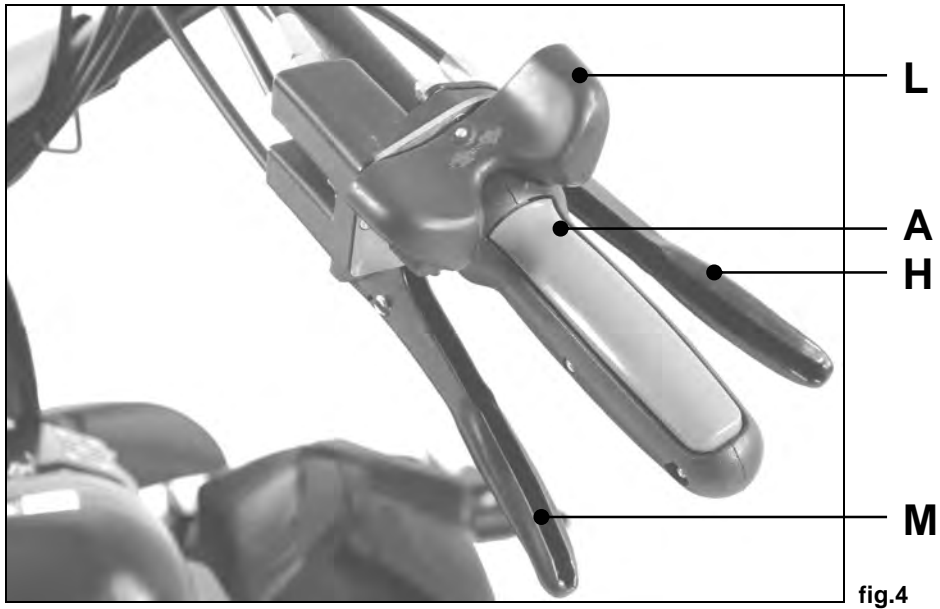
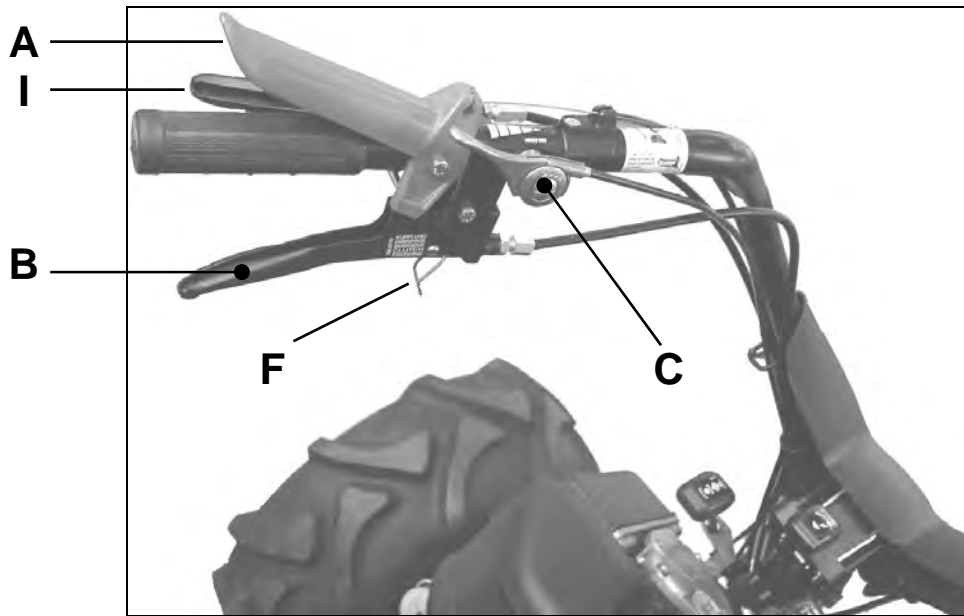

fig.4
fig.5
- I** **A** Contatti Motor-Stop: di colore rosso, arrestano il motore quando si rilasciano per fine lavoro o per difficoltà; sono uno su ogni impugnatura del manubrio nella versione a benzina (fig.4), mentre la versione diesel ha una sola leva sull'impugnatura sinistra del manubrio (fig.5).
- B** Leva comando frizione principale (fig.5).
- C** Manettino comando gas (fig.5).
- F** Molla bloccaggio leva frizione (fig.5).
- H** Leva frizione / freno destro (fig.4).
- I** Leva frizione / freno sinistro (fig.5).
- L** Leva comando avanzamento e stop; agisce anche come invertitore del senso di marcia (fig.4).
- M** Leva per la regolazione laterale del manubrio (fig.4).
- GB** **A** Motor Stop contacts; red - these stop the motor when released after the work has been completed or if problems arise; there is one on each handgrip of the handlebars on the petrol version (fig.4) whilst the diesel version has one single lever on the left handgrip on the handlebars (fig.5).
- B** Main clutch lever (fig.5).
- C** Throttle control lever (fig.5).
- F** Spring for clutch lever locking (fig.5).
- H** Right clutch / brake lever (fig.4).
- I** Left clutch / brake lever (fig.5).
- L** Forward and stop lever; it is also used to invert direction (fig.4).
- M** Lever for lateral adjustment of the handlebars (fig.4).
- F** **A** Contacts Moteur-Stop: de couleur rouge, ils arrêtent le moteur quand ils se relâchent pour fin de travail ou pour quelques difficultés; ils sont un sur chaque poignée du volant dans la version essence (fig.4), alors que pour la version gasoil, il y a un seul levier sur la poignée gauche du volant (fig.5).
- B** Levier de commande de l'embrayage principal (fig.5).
- C** Manivelle commande gaz (fig.5).
- F** Ressort le blocage du levier de l'embrayage (fig.5).
- H** Levier embrayage / frein droit (fig.4).
- I** Levier embrayage / frein gauche (fig.5).
- L** Levier de commande et d'arrêt; il agit aussi comme inverseur du sens de marche (fig.4).
- M** Levier pour le réglage latéral du volant (fig.4).
- E** **A** Contactos Motor-Stop: de color rojo, detienen el motor cuando se liberan al final del trabajo o debido a dificultades. Hay uno en cada mango del manillar en la versión de gasolina (fig.4) mientras que la versión diesel tiene sólo una palanca en el mango izquierdo del manillar (fig.5).
- B** Palanca mando embrague principal (fig.5).
- C** Manguito gas (fig.5).
- F** Muelle bloqueo palanca de embrague (fig.5).
- H** Palanca de embrague / freno derecho (fig.4).
- I** Palanca de embrague / freno izquierdo (fig.5).